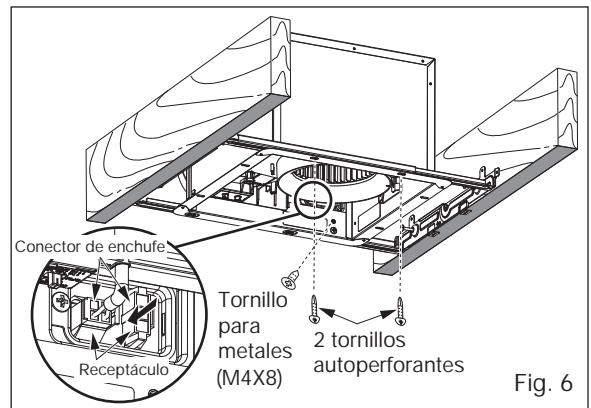

Fig. 6
1. Desconecte el conector de enchufe del receptáculo (Fig. 6) y quite el adaptador del cuerpo del extractor retirando el tornillo para metales (M4X8) antes de la instalación. (Fig. 1)
8. Inserte el cuerpo del extractor y deslice el conjunto del adaptador aplicando cierta fuerza, hasta que la brida se traslape con el soporte Flex-Z Fast™. Instale el cuerpo del extractor en el soporte Flex-Z Fast™ utilizando 2 tornillos autoperforantes, inserte el conector de enchufe en el receptáculo e instale el cuerpo del extractor en el adaptador utilizando el tornillo para metales (M4X8). (Fig. 6)